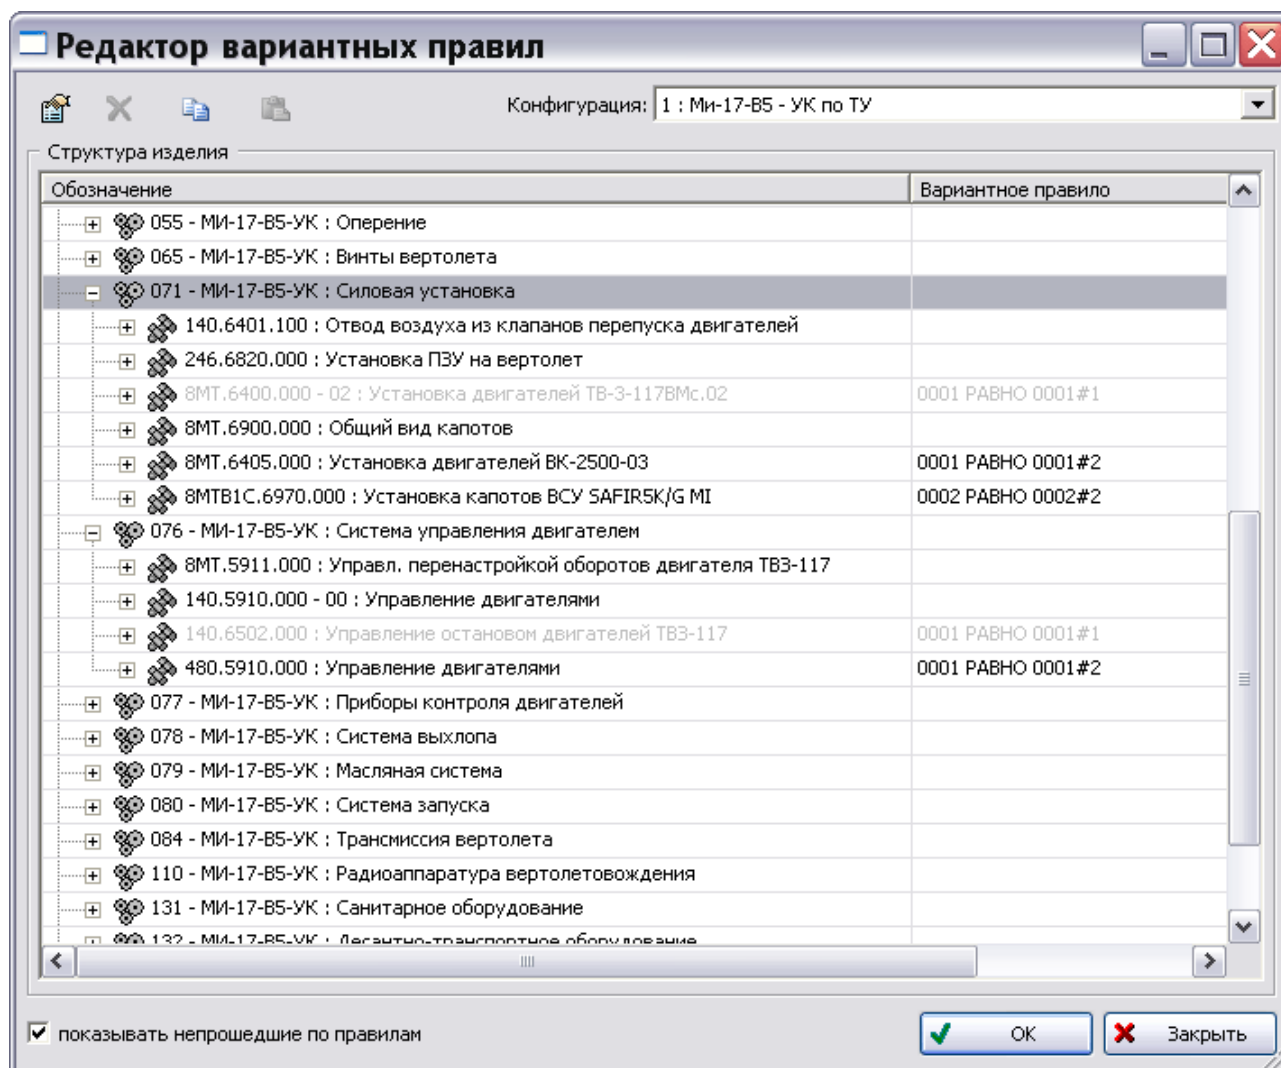

Рис. 74
4. В таблице **Структура изделия** раскройте дерево изделия. Если дерево было раскрыто до выбора конфигурации, то его нужно закрыть, а потом раскрыть. Входящие изделия, не используемые в варианте исполнения изделия, будут окрашены серым цветом (Рис. 74).